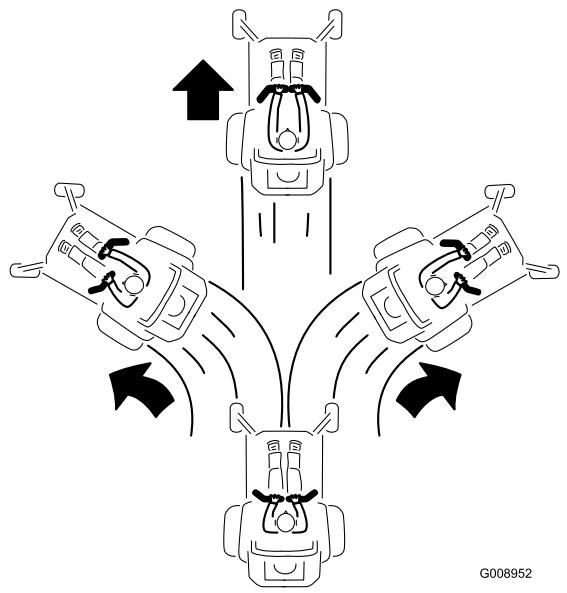

Figure 26
- Pour vous déplacer en marche avant, poussez lentement les leviers de commande de déplacement vers l'avant (Figure 26).